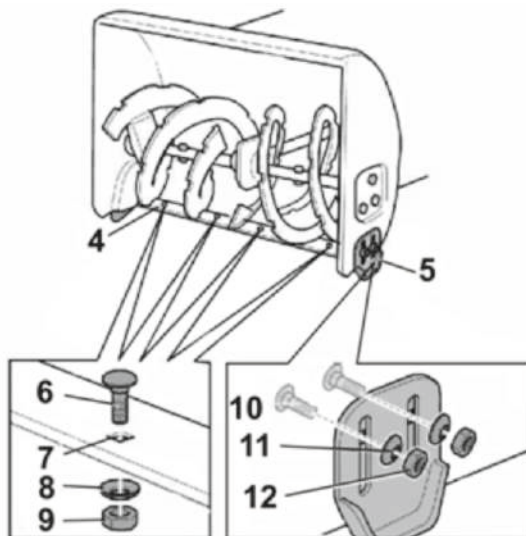

Рис. 19
7.1. Регулировка ограничительных башмаков (Рис. 19)